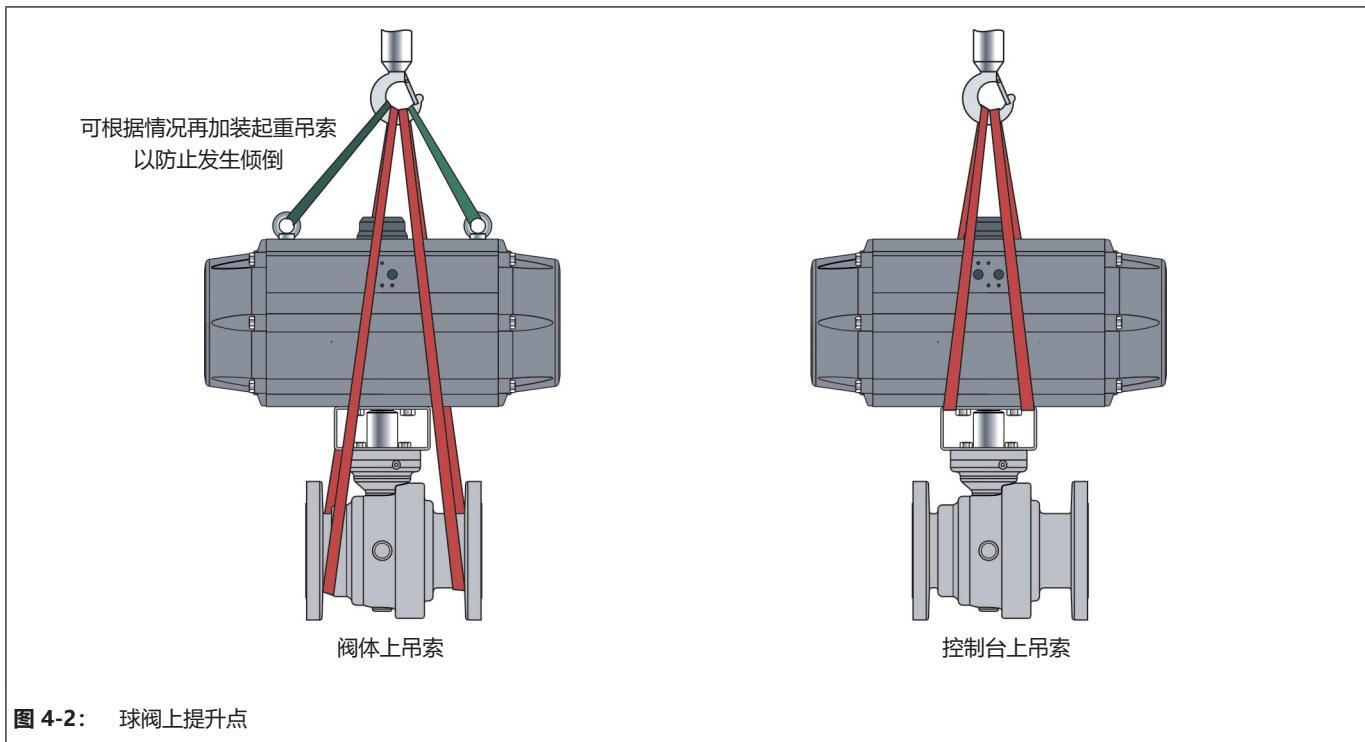

图 4-2：球阀上提升点
- ⇒ 使用带有安全夹的挂钩作为悬吊元件, 以防吊索在提升和运输期间滑离挂钩, 请参见图 4-2。
- ⇒ 将吊索扣紧到每个外壳法兰以及起重机或叉车的悬吊元件 (例如, 挂钩), 请参见图 4-2。在执行此操作时, 请检查承载量和吊索长度, 以确保安全。
- ⇒ 将吊索扣紧到起重机或叉车的托架和悬吊元件 (例如, 挂钩), 请参见图 4-2。在执行此操作时, 请检查承载量和吊索长度, 以确保安全。